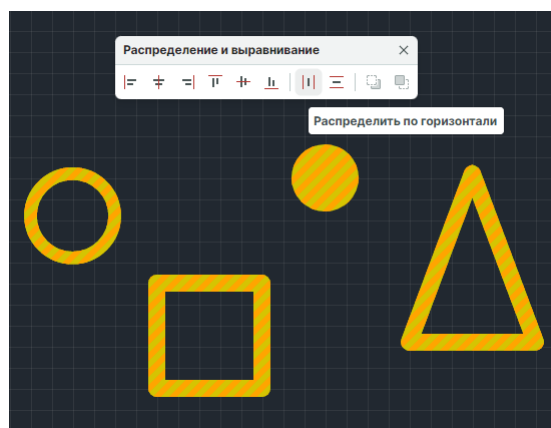

Рис. 400 Выбор инструмента
2. На панели «Распределение и выравнивание» выберите инструмент «Распределить по горизонтали», который обозначен иконкой , см. Рис. 400.